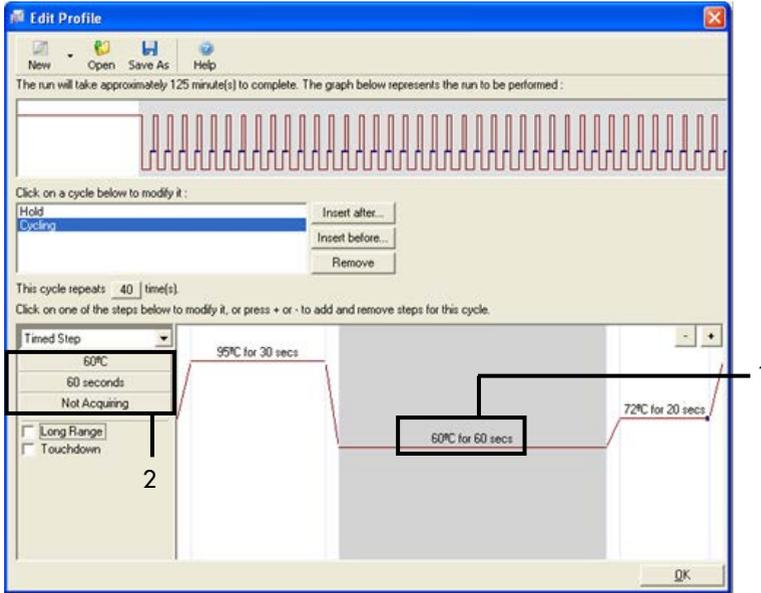

Figura 26. Paso de ciclado a 60 °C. 1 = paso dos: ajuste de temperatura y tiempo; 2 = "Not Acquiring" (No adquirir).
9. Seleccione el segundo paso y establezca 60°C durante 60 segundos. Haga clic en Not Acquiring (No adquirir) para activar la adquisición de datos durante este paso. Figura 26